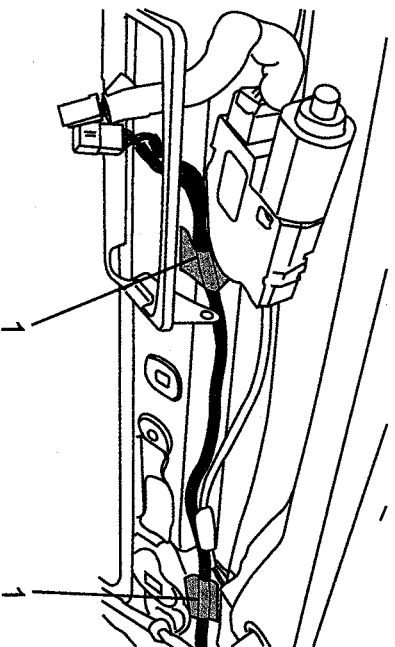

FIGURE 58
- 8.) ROUTE THE DOME LIGHT HARNESS FROM THE TOP OF THE PASSENGER SIDE A-PILLAR AREA TOWARDS THE FRONT DOME LIGHT AREA. SECURE THE DOME LIGHT HARNESS USING TWO STRIPS OF FOAM TAPE (1). (SEE FIGURE 58)